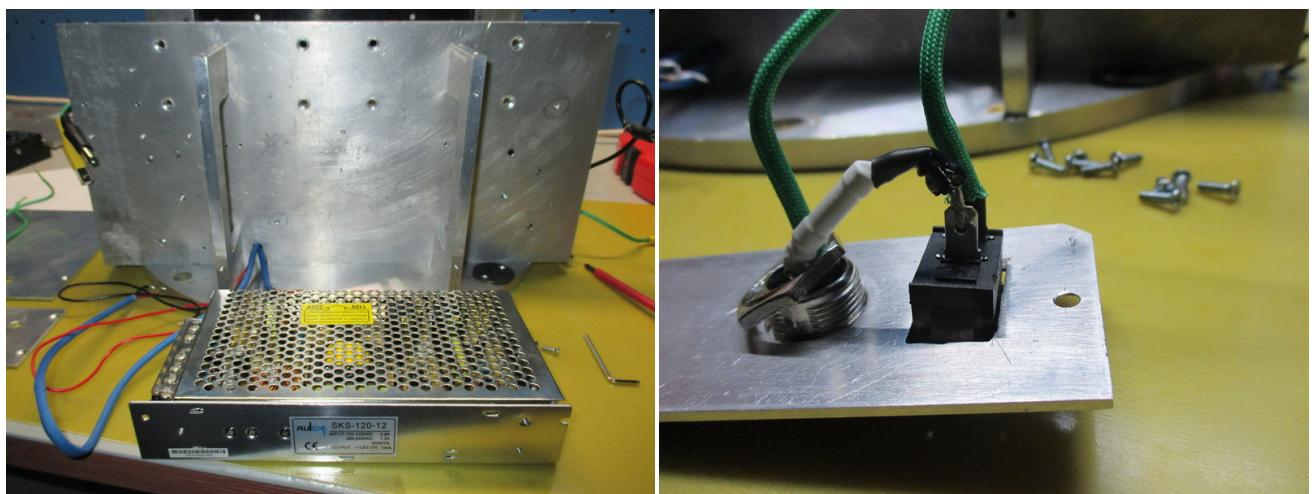

Рис. 22: Отсоединение блока питания и силовых элементов.
9. Ослабить винты на клеммнике блока питания. Отсоединить проводку и вынуть блок питания. На рис. 22 справа изображена крышка тумблера и разъема питания. Конфигурация разъема питания следующая: контакт 1 – заземление, 2 – нуль, 3 – фаза. Фазовый контакт посредством плавкого цилиндрического предохранителя на $0.5 \div 1$ А соединяется с тумблером питания.